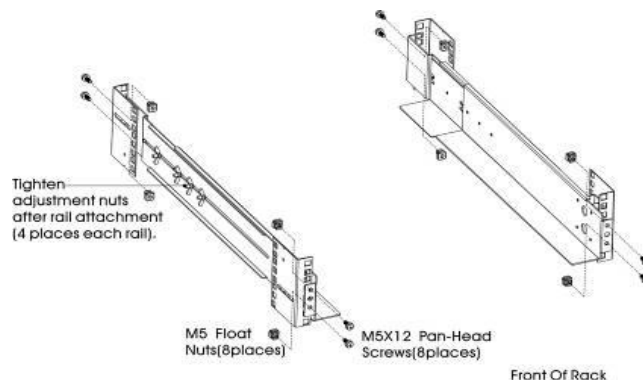

Abbildung 2 – Anbringen der Schienen
- b) Wählen Sie die richtige Größe im Rack für die USV-Platzierung aus (siehe Abbildung 2). Die Schiene nimmt vier Positionen auf der Vorder- und Rückseite des Racks ein.